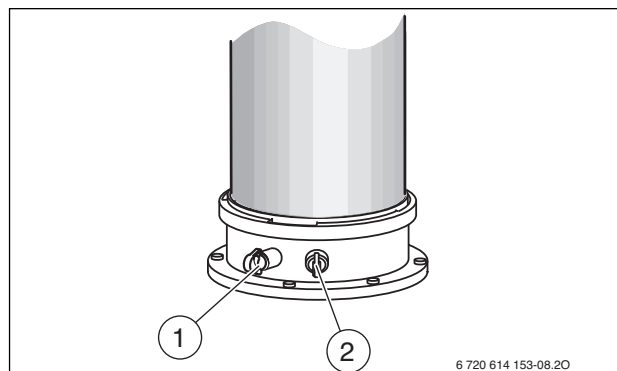

Bild 40 Abgassmessstutzen und Verbrennungsluft-Messstutzen
- ▶ Stopfen am Abgassmessstutzen [1] entfernen (→ Bild 40).